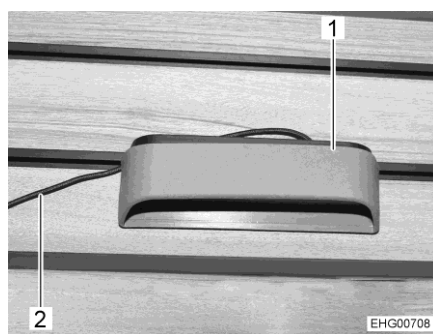
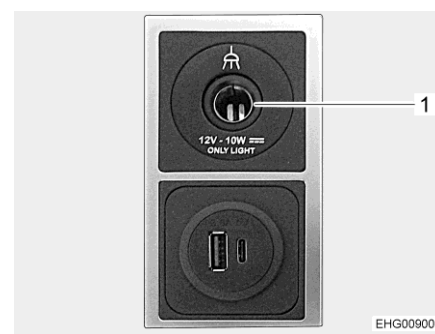

Fig. 76 Luce di lettura mobile
Fig. 77 Presa a 12 V e prese USB
- Agganciare la luce di lettura mobile (Fig. 76,1) nel luogo desiderato in uno dei listelli da aggancio.
- Inserire il cavo (Fig. 76,2) della luce di lettura mobile nella presa a 12 V (Fig. 77,1).